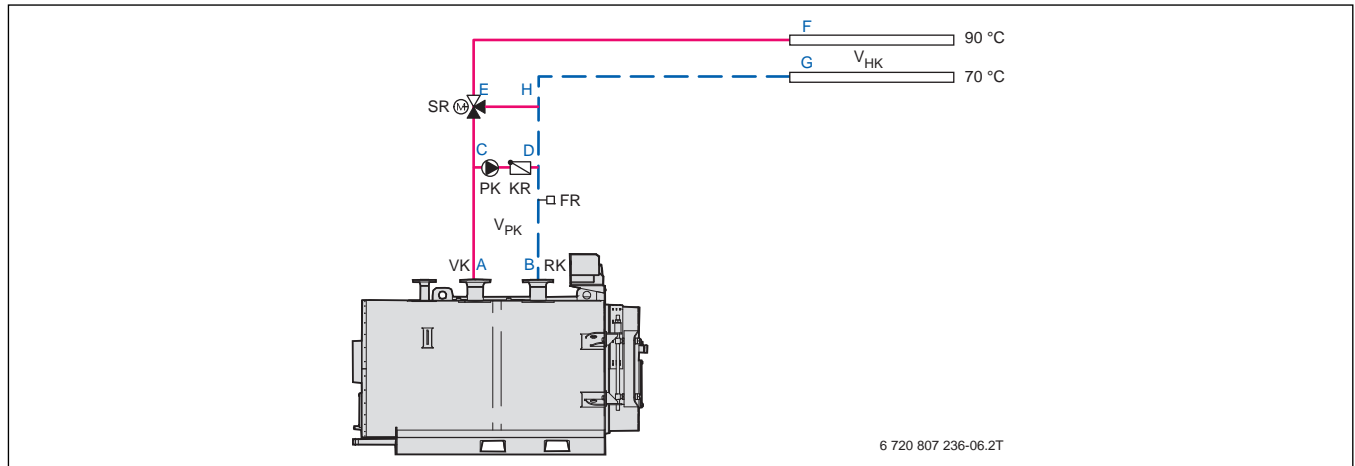

Рис. 27 Пример гидравлической обвязки системы с одним котлом Logano SK655 или SK755, в которой насос котлового контура установлен на байпасной линии
- местные сопротивления в котловом контуре (участок: A–C–D–B, → рис. 27)
- $\dot{V}_{\text{PK}} = 34400$ л/ч (участок: С–D, → рис. 27)
(участки: С–F, D–G и E–H, → рис. 27)
(участки: А–С и В–D, → рис. 27)